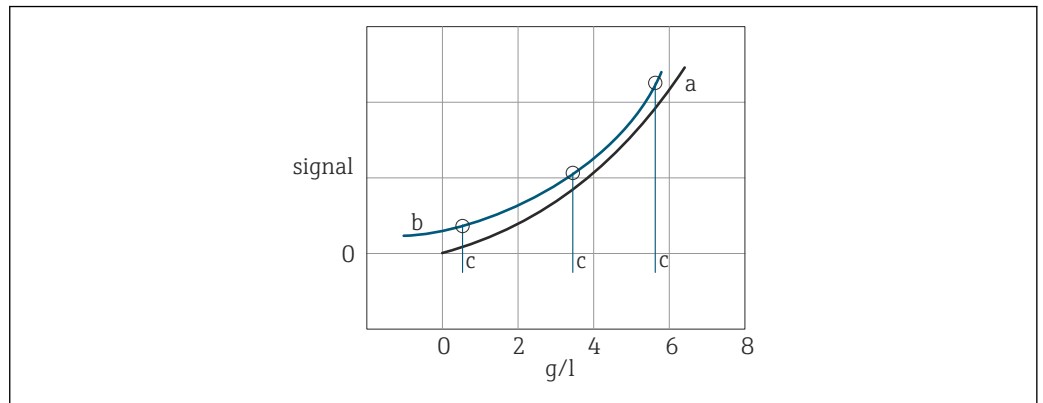

图 31 三点标定
3. 传感器必须倾斜插入至样品中，不能竖直插入。→ 图 33, 图 31